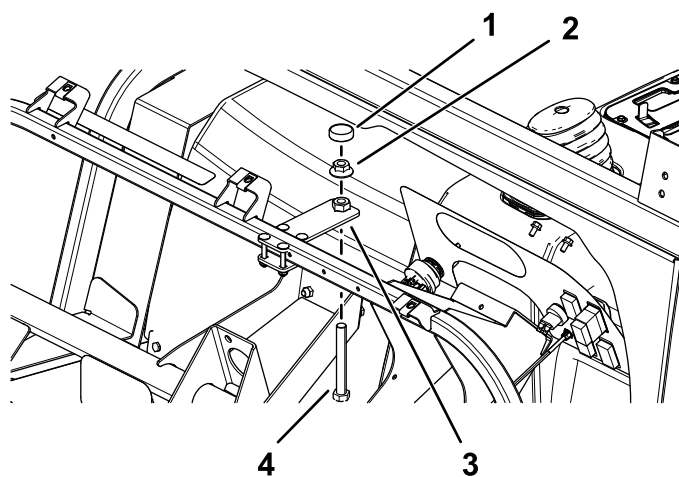

Figure 37
3. Montez le boulon entièrement fileté ($\frac{1}{2}$ " x 4"), l'écrou à embase ($\frac{1}{2}$ ") et la plaque de butée sur la plaque de réglage (Figure 37).